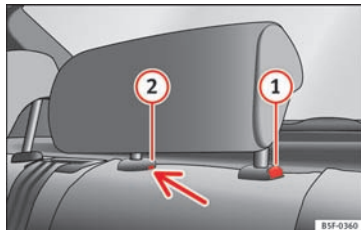

Fig. 145 Midterste hovedstøtte bagi: udløserpunkt
- Skub hovedstøtten nedad, mens du trykker på knappen  » **Fig. 145** for at indstille hovedstøtten nedad.
- Tryk på knappen  » **Fig. 145**, og træk samtidig hovedstøtten ud af ryglænet » .
- Før en skruetrækker ind i hullet i position  » **Fig. 145**, og træk samtidig hovedstøtten ud af ryglænet » .